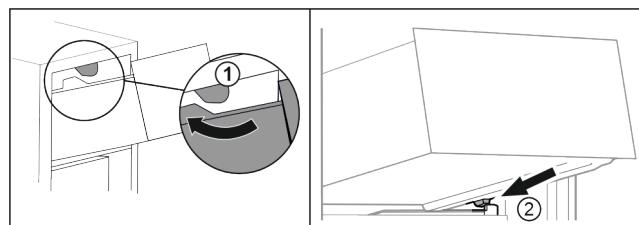

Fig. 68
- Прокарайте чекмеджето около горните ограничители. Fig. 68 (1)
- Поставете чекмеджето под ъгъл зад долните ограничители върху реброто на съда. Fig. 68 (2)